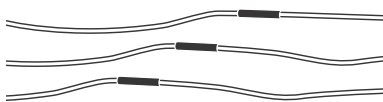

Fig. 9 Épissure terminée
6. Continuer à chauffer la gaine en prenant soin que la flamme ne soit pas directement en contact avec la gaine. Lorsque la gaine se rétracte et que l'agent d'étanchéité s'écoule des extrémités de la gaine, l'épissure est terminée. Voir fig. 9.